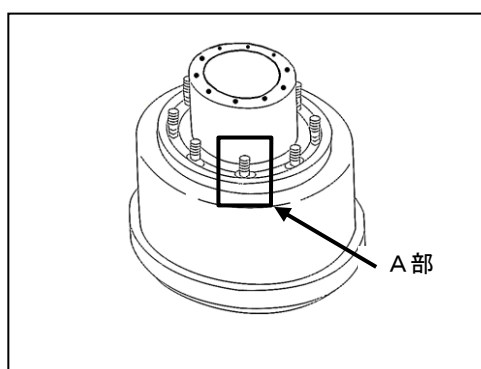

図 1 ハブ、ドラム
1. ハブの摩耗部と未摩耗部との段差（図 1 の A 部）をシックネスゲージにて測定する。